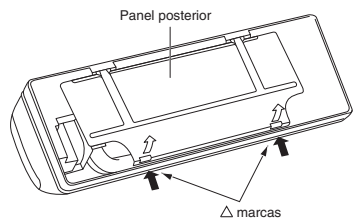

Fig. 3-32
- (2) Presione las 2 Δ marcas de la cubierta del bastidor y desconecte las lengüetas fijas de la estructura. (Fig. 3-32)